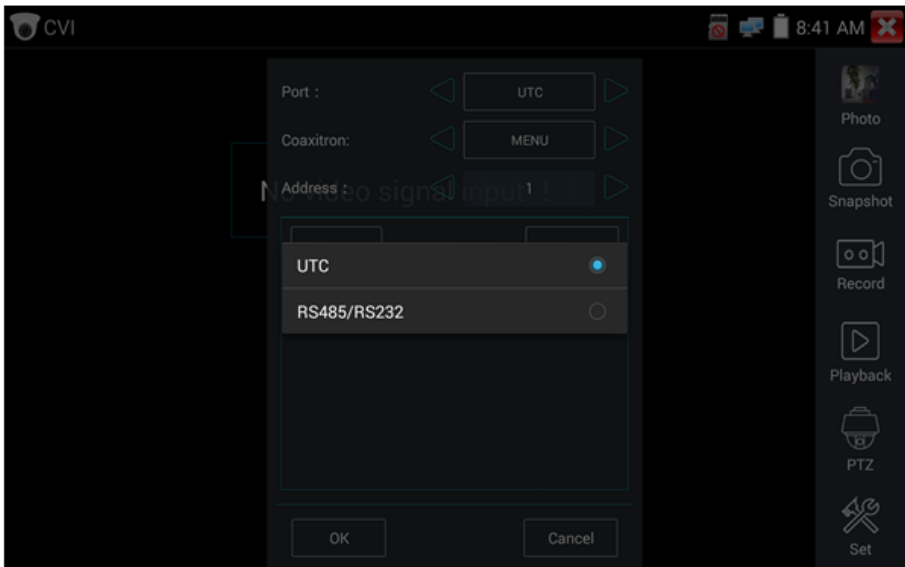

Рис. 74 Выбор UTC для управления PTZ камерой
- 2) Выберите в настройках PTZ порт (Port) – UTC – управление по коаксиальному кабелю (рис. 74) Значение MENU – вызывает OSD меню самой видеокамеры;